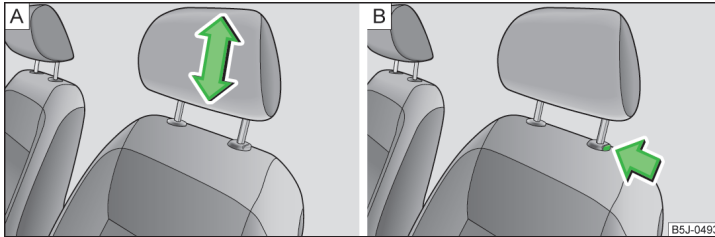

Abb. 62 Kopfstütze: Einstellen / Ausbauen
- Die Kopfstütze seitlich mit beiden Händen anfassen und diese je nach Wunsch nach oben schieben » Abb. 62 - **A**.
- Möchte man die Kopfstütze nach unten verschieben, dann die Sicherungstaste » Abb. 62 - **B** mit einer Hand drücken und gedrückt halten, und mit der anderen Hand die Kopfstütze nach unten drücken.
- Die Sicherungstaste in Pfeilrichtung drücken » Abb. 62 - **B** und die Kopfstütze herausziehen.